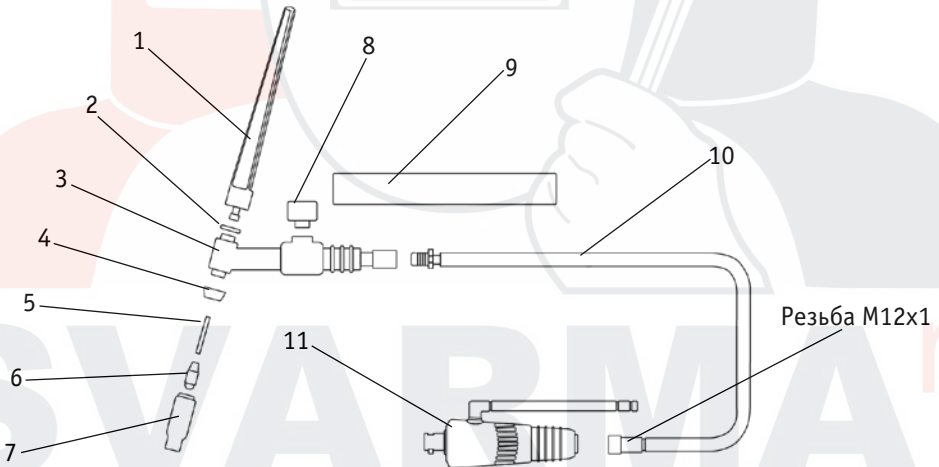

Рис. 12.3. Схема вентильной горелки для аргонодуговой сварки.
1) Клемма заземления. 2) Сварочный аппарат. 3) Баллон с газом (аргон). 4) Редуктор. 5) Газовый шланг. 6) Быстрозъемное соединение (См. табл. 11.1). 7) Вентильная горелка (См.рис.12.3).
Для работы в TIG Lift режиме с аппаратом понадобится предназначенная для этого горелка (См. рис. 12.3). Горелка представляет собой узел, обеспечивающий передачу тока и защитного газа от сварочного аппарата к свариваемому изделию.